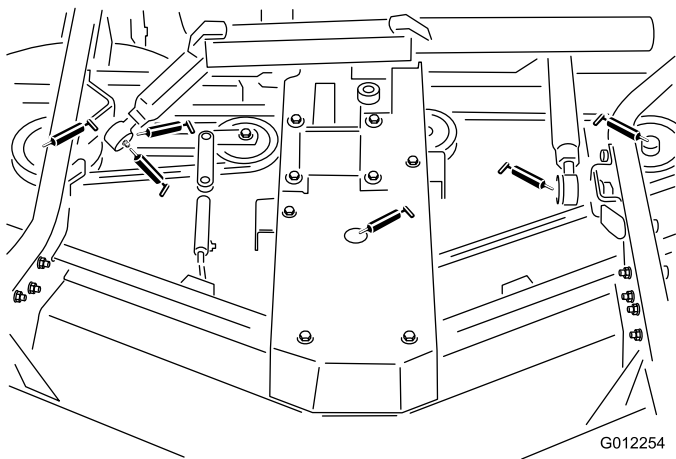

Bild 17
- Messerspindelager (Bild 17)
- Spannarmbüchse (Bild 17)
- Rechte und linke Schubarmkugelgelenke (Bild 17)